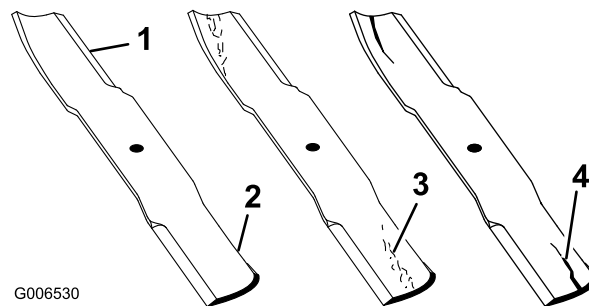

Figura 40
1. Inspeccione los filos de corte (Figura 40). Si los bordes no están afilados o tienen mellas, retire las cuchillas y afílelas; consulte Cómo afilar las cuchillas.
2. Inspeccione las cuchillas, especialmente la parte curva (Figura 40). Si observa daños, desgaste o la formación de una ranura en esta zona (elemento 3 en la Figura 40), instale inmediatamente una cuchilla nueva.